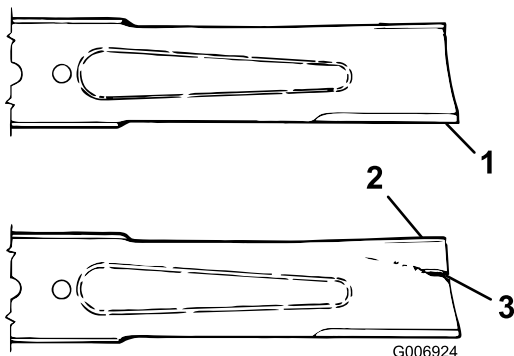

Figura 72
2. Verificate accuratamente i taglienti, con particolare attenzione ai punti d'incontro delle sezioni piatta e curva della lama (**Figura 72**). Sabbia e materiali abrasivi possono consumare il metallo che connette le sezioni piatta e curva della lama, per cui si consiglia di controllare la lama prima di usare la macchina. Se notate che la lama è consumata (**Figura 72**), sostituirla; consultate il paragrafo Rimozione della lama.
Se continuate ad usare la lama usurata, si forma una scanalatura tra la costa e la sezione piatta della lama (Figura 72**). Alla fine, un pezzo di lama può staccarsi e venire lanciato dal sottoscocca, con il rischio di ferire gravemente voi o gli astanti.**